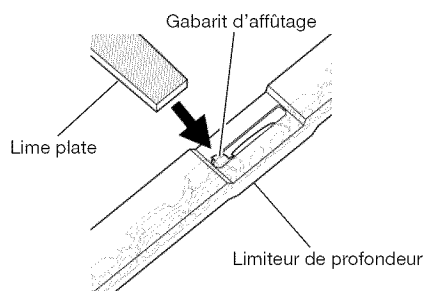

Figure 34 – Gabarit d'affûtage placé sur la chaîne
1. Appliquez fermement le gabarit d'affûtage (0,025") sur le dessus de deux gouges. Assurez-vous que le limiteur de profondeur s'emboîte bien dans l'encoche du gabarit d'affûtage (voir figure 34).